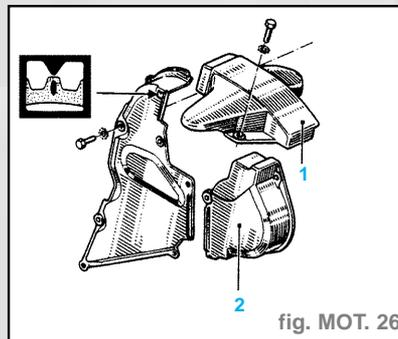
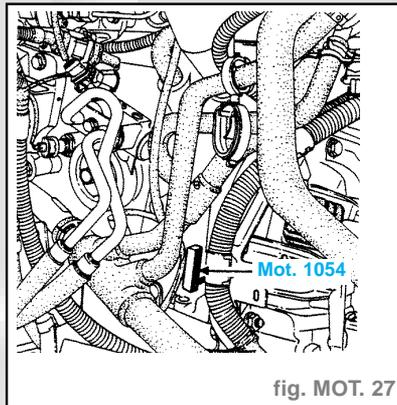

fig. MOT. 26
fig. MOT. 27
- Déposer les carters (1) et (2) de distribution (fig. MOT. 26).
- Piger le moteur à l'aide de l'outil **Mot. 1054** (fig. MOT. 27).
- Piger le moteur avec l'outil **Mot. 1054** (fig. MOT. 27). Pour cela, tourner le moteur (minimum 2 tours) de façon que l'index de roue crantée d'arbre à cames soit ligné avec le repère de carter de distribution (fig. MOT. 26).
- 1) Déposer le carter de la poulie de pompe (2) (fig. MOT. 26).
- 2) Retirer la pige **Mot. 1054** (fig. MOT. 27).
- 10) Piger celui-ci **Mot. 1054** (fig. MOT. 27).
- 13) Retirer la pige **Mot. 1054** (fig. MOT. 27).